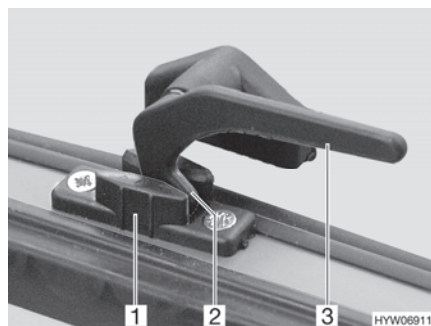

Bild 48 Verriegelungshebel in Stellung "Dauerbelüftung"
- in Stellung "Dauerbelüftung" (Bild 48)
- Alle Verriegelungshebel (Bild 48,3) eine viertel Umdrehung zur Fenstermitte hin drehen.
- Alle Verriegelungshebel wieder zurückdrehen. Die Verriegelungsnase (Bild 48,2) dabei jeweils in die Aussparung der Fensterverriegelung (Bild 48,1) einfahren.